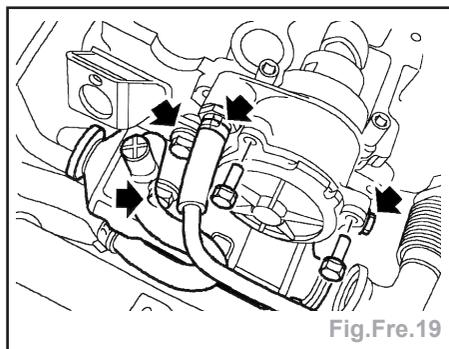

Fig.Fre.19
- Desserrer le collier et débrancher le flexible à dépression (Fig.Fre.19).